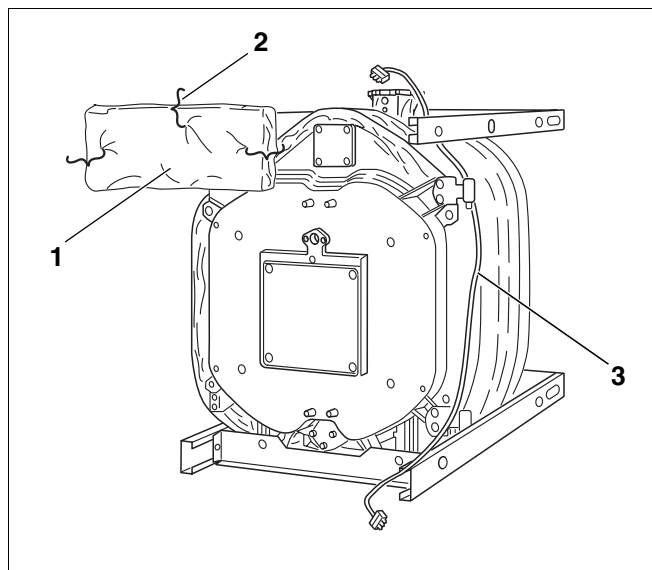

Fig. 39
- Skub det firkantede stykke isolering ind på den øverste travers foran (Fig. 39, **pos. 1**).
- Fastgør isoleringen med 3 spændefjedre (Fig. 39, **pos. 2**).
- Før brænderkablet (Fig. 39, **pos. 3**) ned langs siden af kedelblokken uden på isoleringen.